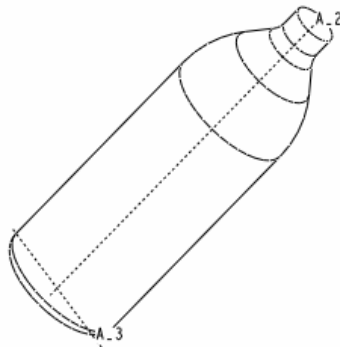

图 34-6
(3) 单击【确定】按钮，完成基准轴 A_3 的建立，如图 34-6 所示。